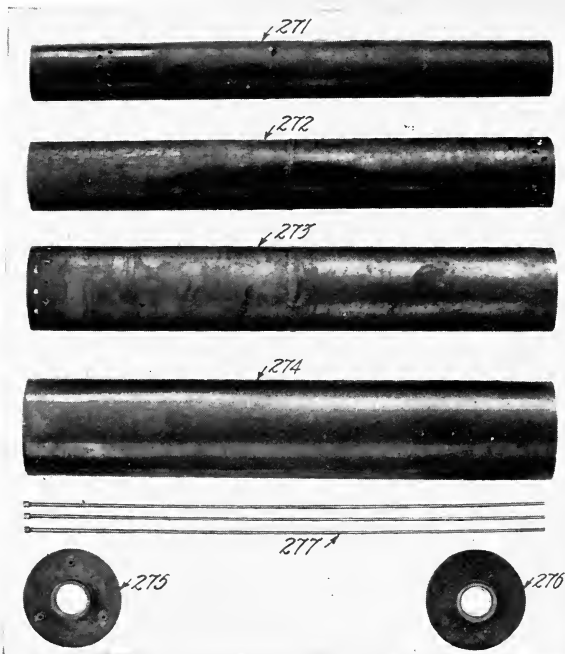

Fig. 64.
55. Exhaust muffler. (*See Fig. 64.*)